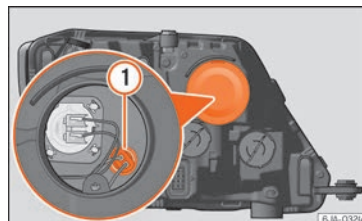

Fig. 90 Cambio de lámpara para la luz de posición.
- Quite la tapa protectora »» **fig. 90**.
- Extraiga el portalámparas »» **fig. 90 1** tirando hacia afuera.